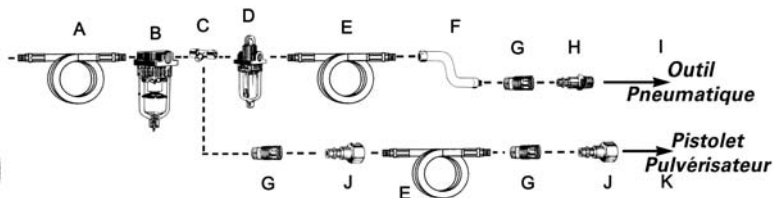

Figure 1
6. Connect the tool to the air hose quick coupler. **NOTE: It is recommended that a whip hose with a swivel (P012-0079SP - not included) be used to prevent twisting, kinking, and excessive wear to the air hose (see figure 1 for recommended connections).**
To maintain the maximum performance of the air tool, it must be lubricated each time it is used. Dust, dirt, rust and oil residue will build up inside the tool and reduce the performance. An in-line oiler is recommended for proper automatic tool lubrication (see Figure 1). If an in-line oiler is not available, the tool can be lubricated manually through the inlet port (see Figure 3).
- Branchez l'outil au raccord rapide du tuyau d'air. **REMARQUE : Il est recommandé d'utiliser un tube flexible à raccordement à pivot (P012-0079SP - non inclus) afin d'empêcher que le tuyau d'air ne s'entortille ou ne se plie et de prévenir son usure excessive (voir la Figure 1 pour les connexions recommandées).**
Pour conserver le rendement optimal du moteur pneumatique, il faut le lubrifier à chaque utilisation. Des résidus de poussière, de saleté et d'huile se logeront à l'intérieur de l'outil et en réduiront le rendement. Un huilier sur canalisation est recommandé pour lubrifier automatiquement l'outil de façon adéquate (voir Figure 1). Si ce dispositif n'est pas disponible, il est possible de lubrifier l'outil manuellement par l'orifice d'admission (voir Figure 3).